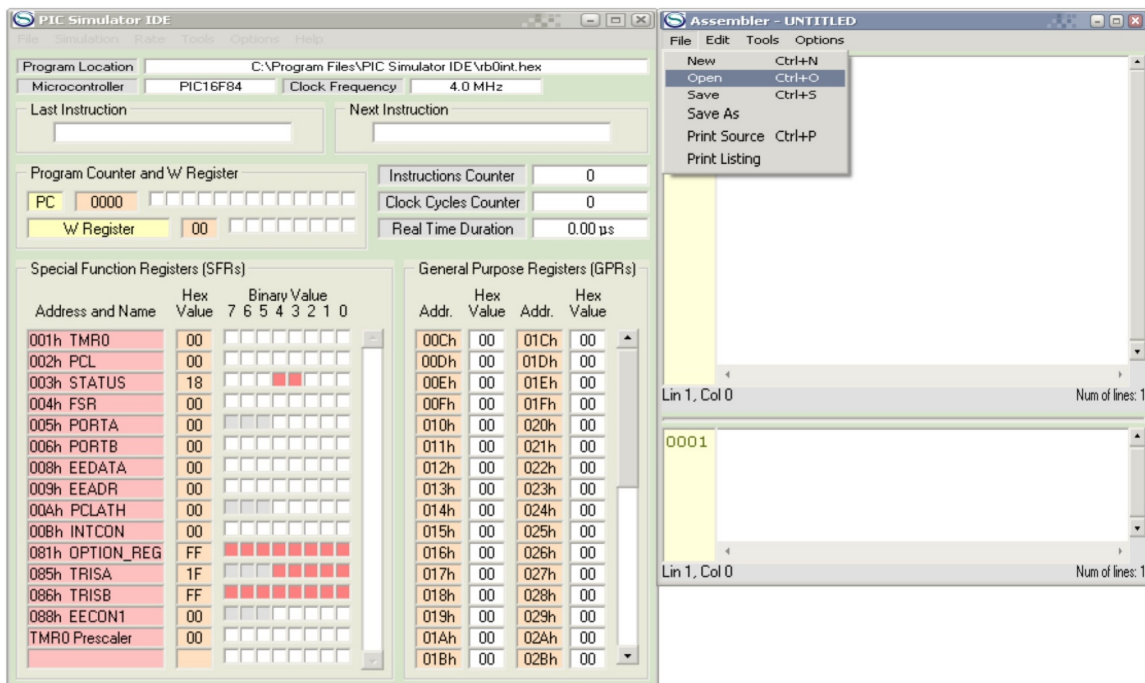

Рис. 3. Завантаження існуючого або створення нового файлу асемблера
2. У вікні Assembler натиснути опцію File. Розкриється закладка (рис. 3), з якої для створення нового файлу потрібно натиснути New, а для завантаження вже створеного – OPEN.